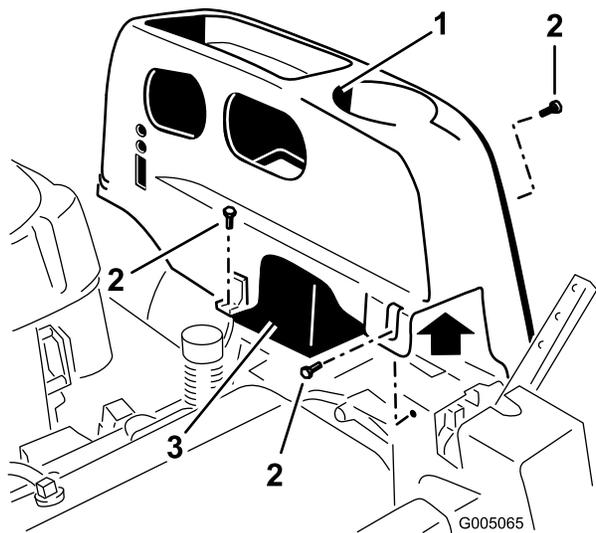

Figura 26
2. Togliete i dispositivi di fermo della testata TORX® (T25) che fissano il coperchio sinistro al telaio come illustrato nella Figura 26.